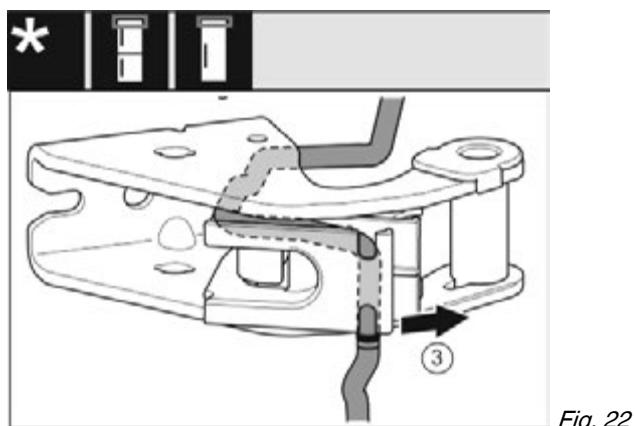

Fig. 22
- Витягніть кабель з направляючої. Fig. 22 (3)